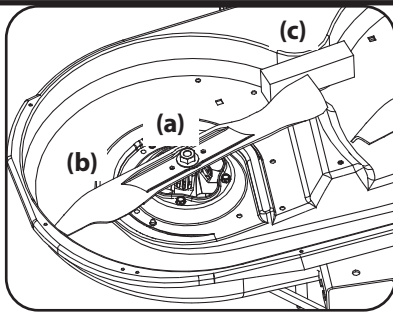

Figura 1
2. Use una llave de 15/16" in para sostener la tuerca hexagonal en la parte superior del conjunto del husillo cuando afloje la tuerca hexagonal (a) que fija la cuchilla (b). Se puede colocar un bloque de madera (c) entre el alojamiento de la plataforma y el borde de corte de la cuchilla (b) para ayudar a aflojar la tuerca hexagonal (a) que fija la cuchilla. Consulte la Figura 1.